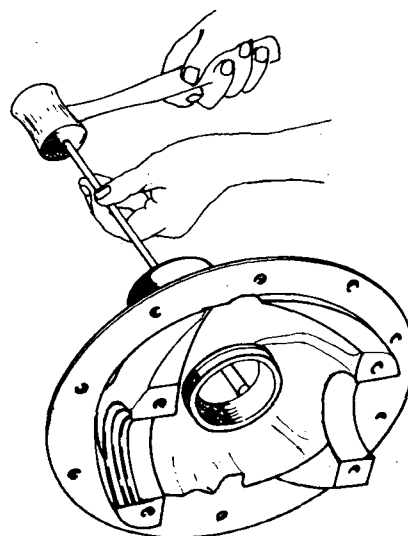

Fig. 3
- c Retire os anéis dos rolamentos do cárter do diferencial (fig. 3).